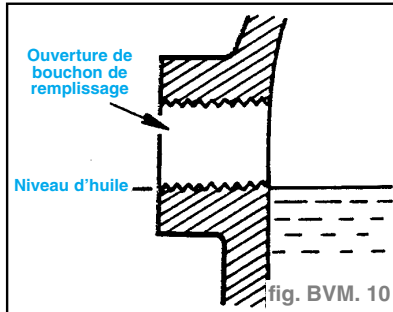

fig. BVM. 10
- Le niveau d'huile doit être sur la partie inférieure du trou du bouchon de remplissage (fig. BVM. 10).
- Remplir avec de l'huile jusqu'à ce que le niveau atteigne la partie inférieure du trou du bouchon de remplissage d'huile (fig. BVM. 10).